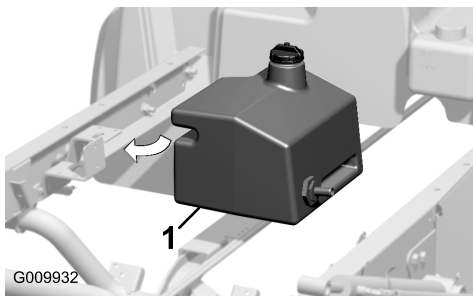

Figura 8
1. Posicione o depósito hidráulico de forma a que um dos lados encaixe sobre o canal esquerdo inferior da estrutura e a ranhura no outro lado do depósito esteja alinhada com os furos na abraçadeira da estrutura (Figura 8).